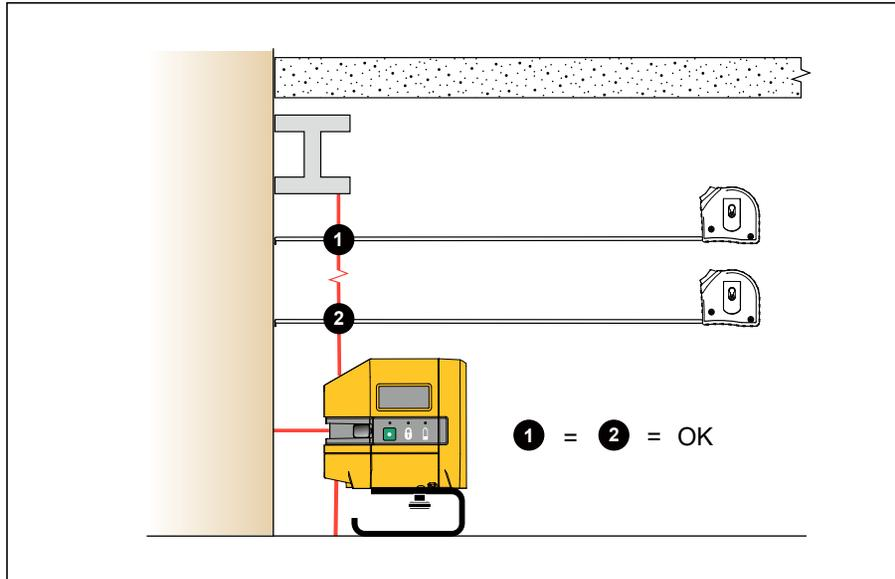

Figure 5. Vérification de l'aplomb de l'élément existant
2. Mesurez la distance entre l'élément et le laser à diverses distances du Produit. Voir la Figure 5.